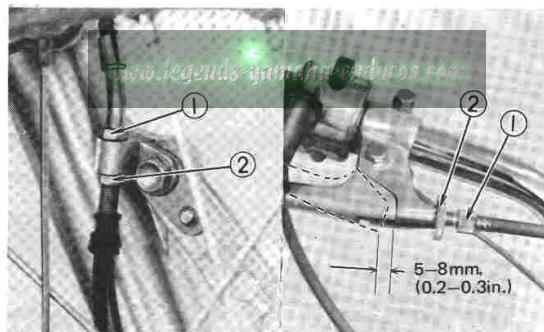

Fig. 2-4-2
- a. Loosen the adjuster locknut (2).
- b. Turn the adjuster (1) in or out until adjustment is suitable.
- c. Tighten the adjuster locknut (2). (Fig. 2-4-2)
- a. Desserrez le contre-écrou du régleur (2).
- b. Vissez ou dévissez le régleur (1) jusqu'au réglage convenable.
- c. Resserrez le contre-écrou du régleur (2). (Fig. 2-4-2)